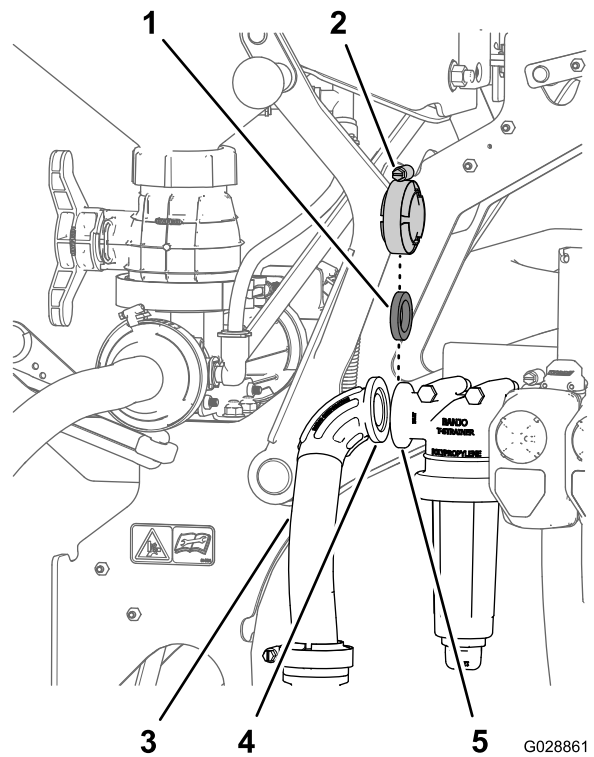

Figura 28
1. Alinee la brida del acoplamiento de 90° de la manguera de entrada con la brida de la cabeza del filtro de presión (Figura 28).
2. Sujete la manguera de entrada a la cabeza del filtro de presión con la junta y la brida de fijación (Figura 28) que desmontó en 1 de Preparación para instalar la válvula del eyector (página 11).